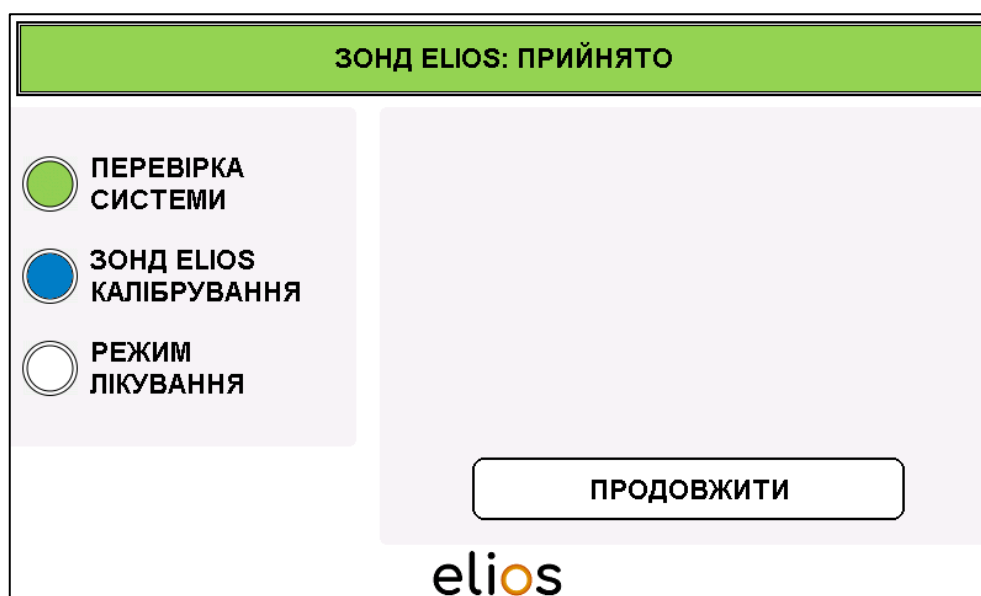

Рисунок 4.7. Розпізнавання волокон — повідомлення **«ELIOS PROBE: ACCEPTED» (ЗОНД ELIOS: ПРИЙНЯТО)**
- Якщо до лазерної консолі ELIOS підключено нове стерильне волокно, з'явиться сповіщення **«ELIOS PROBE: ACCEPTED» (ЗОНД ELIOS: ПРИЙНЯТО)**. Наступний пункт меню доступний після натискання кнопки **«CONTINUE» (ПРОДОВЖИТИ)** (Рисунок 4.7).